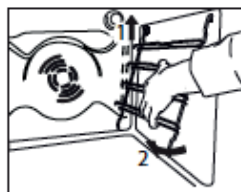
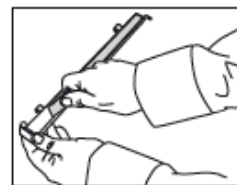
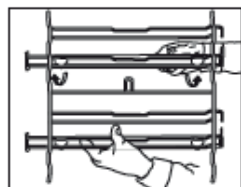

Abb. 1
Abb. 2
Abb. 3
Ihr neuer Herd wird mit 2 verchromten Einsatzhalterungen geliefert, die mit den Auszügen in den Backofen gepackt sind. Beachten Sie, dass die oberen Stäbe länger als die unteren sind, und dass die Haken an der Backofenrückwand sind. Siehe Abb. 1. Das obere Ende der Einsatzhalterung wird in Schlitze in der Seitenwand des Backofens eingesetzt, siehe Abb. 2. Nachdem sie oben eingerastet ist, drücken Sie die unteren Stäbe in die unteren Schlitze in den Seitenwänden des Backofens. Lassen Sie die Einsatzhalterungen nun leicht absinken und einrasten. Siehe Abb. 3.
1. Entfernen Sie die seitlichen Einhängegitter (Abb. 1).
2. Entfernen Sie die schützende Plastikfolie von den Auszügen (Abb. 2).
3. Hängen Sie den oberen Teil der Schienen am Einhängegitter ein. Vergewissern Sie sich, dass die Teleskopschienen sich frei nach vorne bewegen können. Drücken Sie dann den unteren Teil der Auszüge fest gegen das Einhängegitter, bis diese einrasten (Abb. 3).